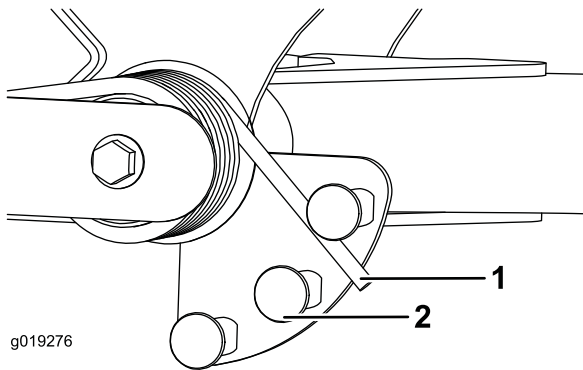

Figura 54
2. Coloque un tubo u otro objeto similar sobre el extremo largo del muelle y gírelo alrededor del actuador del muelle a la posición deseada (Figura 54).